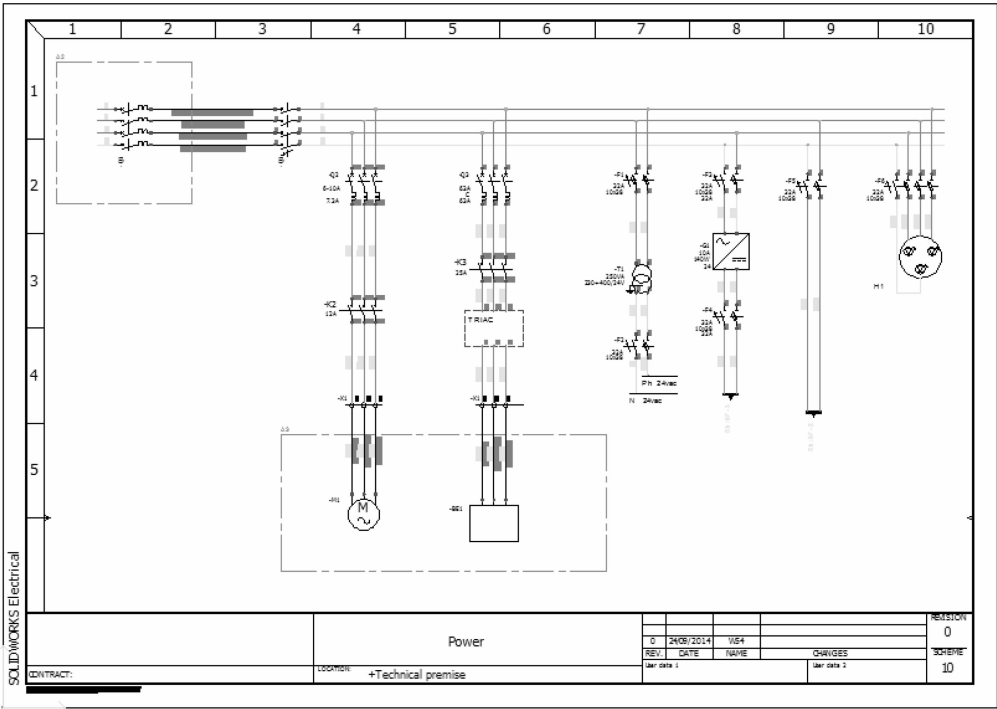

图 4-18 查看导入图纸
- 步骤 6 查看导入图纸 打开【页面 10】，使用标准工具查看图纸内容，如图 4-18 所示。